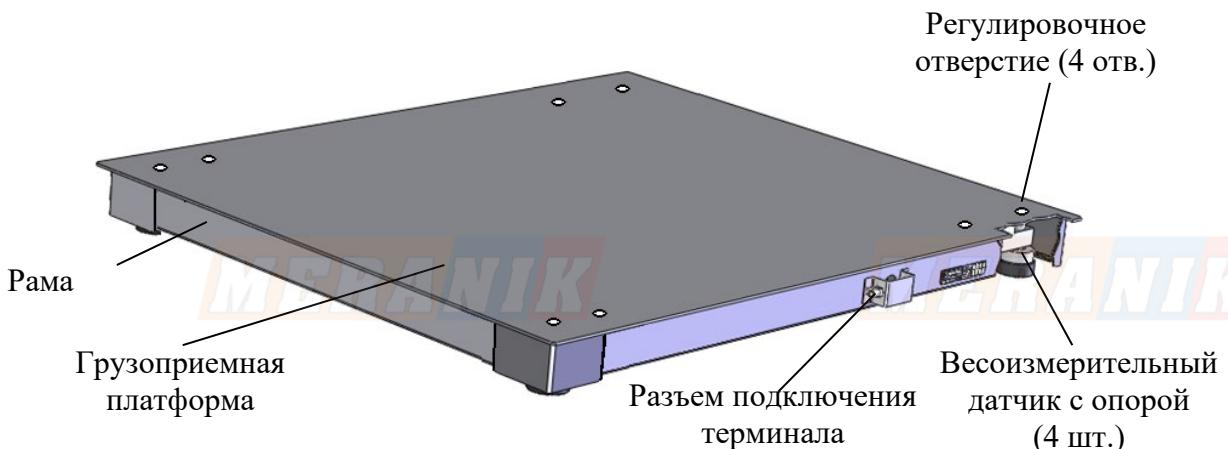

Рисунок 5.1 – Модуль взвешивающий 4D-PM
5.1.1 Модуль представляет собой единую конструкцию из рамы и грузоприемной платформы. В состав модуля входят четыре цифровых весоизмерительных датчика с регулировочными опорами (см. рис. 5.1).